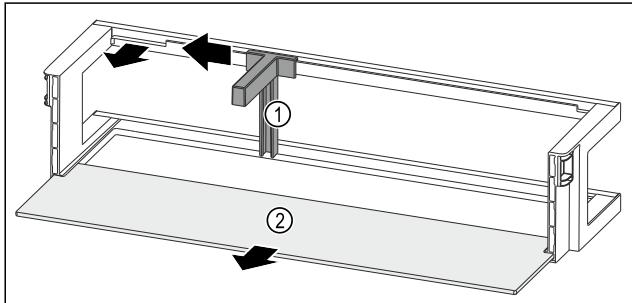

Fig. 130 带瓶托和搁板的门边存放架
- ▶ 将瓶托 Fig. 130 (1)推至槽边。
- ▶ 取出瓶托 Fig. 130 (1)。
- ▶ 取出搁板 Fig. 130 (2)。